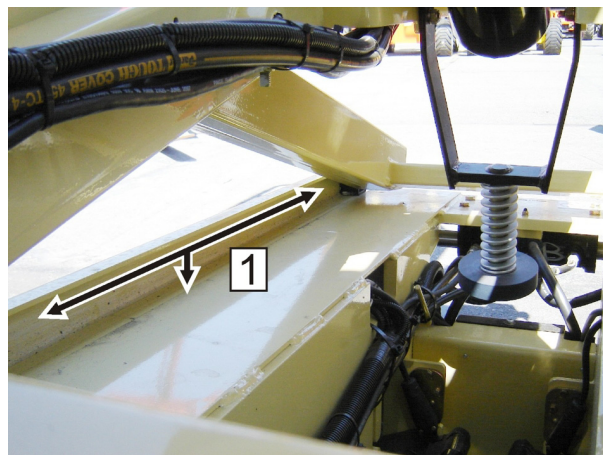

Figure 5-2. Rails de plaquettes coulissantes
2. Localiser les plaquettes coulissantes inférieures et supérieures et retirer toute la saleté et les débris de la zone du rail coulissant (1, 2). Voir Figure 5-2., Rails de plaquettes coulissantes inférieures.
3. Appliquer une couche de graisse à l'intérieur et sous le rail coulissant inférieur (1) des deux côtés de la machine.